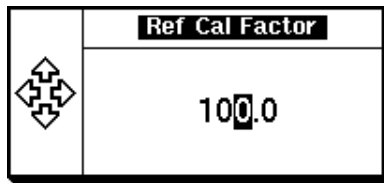

図 6-3 基準校正係数ポップアップ・ウィンドウ
- 4 必要な場合、チャンネルの **Ref CF** を押してこの設定を変更します。基準校正係数ポップアップ・ウィンドウが図 6-3 のように表示されます。